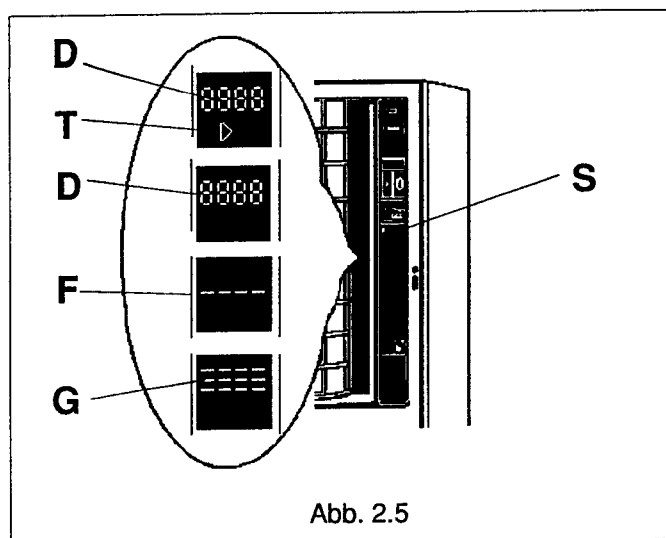

Abb. 2.5
Das PreisDisplay D, Abb. 2.5, kann nominelle Preise (Preise ohne Rabatt) oder aktuelle Preise (Preise abzüglich Rabatt) anzeigen.
Das PreisDisplay ist unter der Digitalanzeige mit einem Dreieckigen Symbol T, Abb. 2.5, versehen, das in den beiden folgenden Fällen aufleuchtet, wenn die jeweilige Trommel auf Shopper-Funktion eingestellt ist,
1. bei Betätigen der MultiShopper-Taste S, Abb. 2.5, und solange die Taste gedrückt bleibt.
Ferner kann das PreisDisplay eine leere Trommel anzeigen, wenn das System festgestellt hat, daß die Warenfächer der betreffenden Trommel leer sind (vorausgesetzt, daß das korrekte Befüllungsverfahren befolgt worden ist, vgl. den diesbezüglichen Abschnitt in "Service und Wartung"). Eine leere Trommel wird durch vier Querstriche im Display F, Abb. 2.5, angezeigt. Danach ist es nicht mehr möglich, Käufe von dieser Trommel zu tätigen, und bei Betätigung der Schiebetür der Trommel, leuchtet das Feld "Andere Ware wählen" auf.
Das PreisDisplay zeigt auch an, wenn die Trommel außer Betrieb ist oder fehlt, was durch drei Reihen von vier Querstrichen angegeben wird (G, Abb. 2.5).